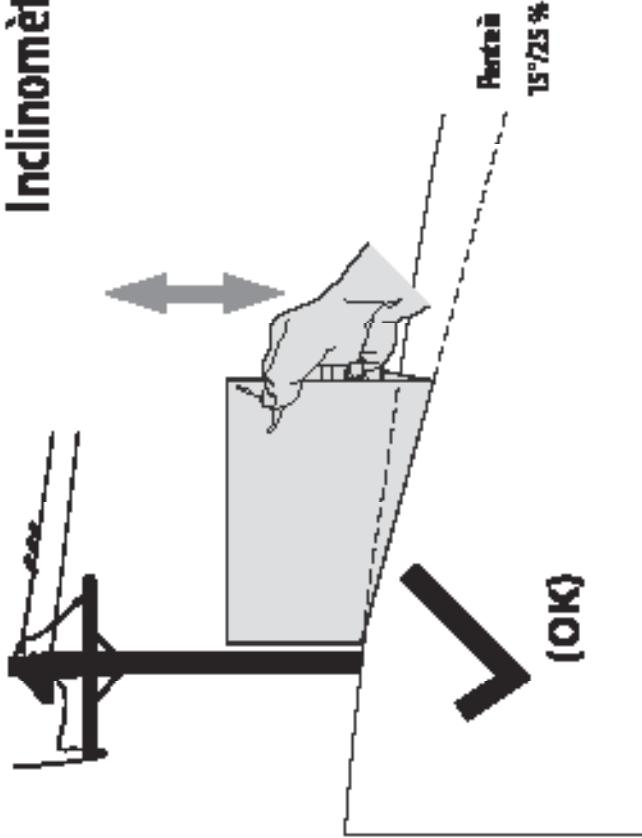

Figure 1
3. Alignez un côté de cette page avec l'objet (Voir les Figures 1 et 2).
4. Remarquez ou abaissez l'autre page jusqu'à ce que le côté gauche touche la partie (Voir les Figures 1 et 2).